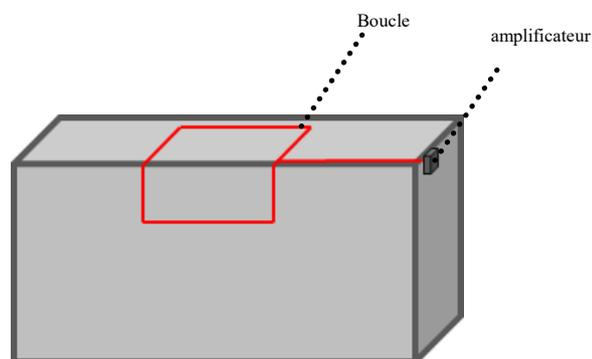

Figure 1.
1. Placez la boucle sur la partie verticale et horizontale du comptoir comme indiqué sur la figure 1. Ce type d'installation permet de garantir une meilleure couverture devant le guichet.